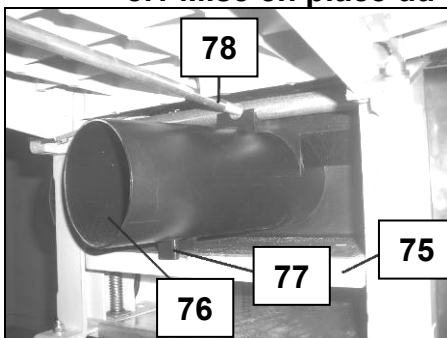

Fig 50
- Abaissez la table de rabotage (75) à peu près au 2/3 de sa capacité à l'aide de la manivelle.
- Placez le collecteur de copeaux (76) sur la table de rabotage, sous la table d'entrée, la butée (77) contre le rebord de la table (Fig 50 & 51).
- Relevez la table en veillant à ce que la tige de réglage de la table d'entrée (78) se positionne bien dans le logement du collecteur, et à ce que le collecteur actionne le contacteur de sécurité (Fig 50).